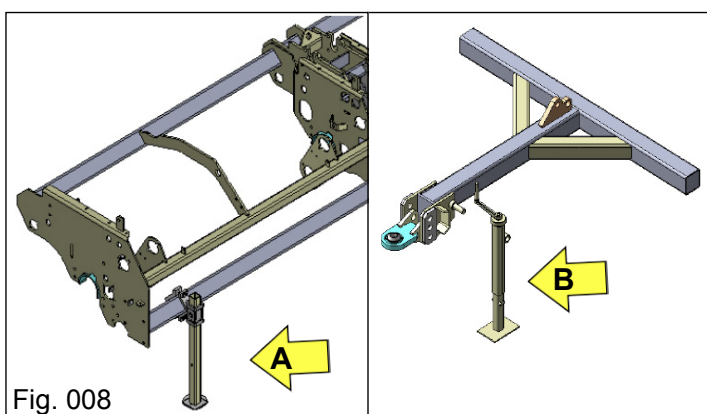

Fig. 008
Para efetuar o acoplamento da plantadora ao trator, é necessário que os pés de apoio "A" e o levante mecânico "B" (Fig. 008) estejam fixos e apoiados ao solo.
a) Nivela o cabeçalho da plantadora em relação a barra de engate do trator, utilizando o regulador do cabeçalho "A" (Fig. 003) e o levante mecânico "B" (Fig. 008).